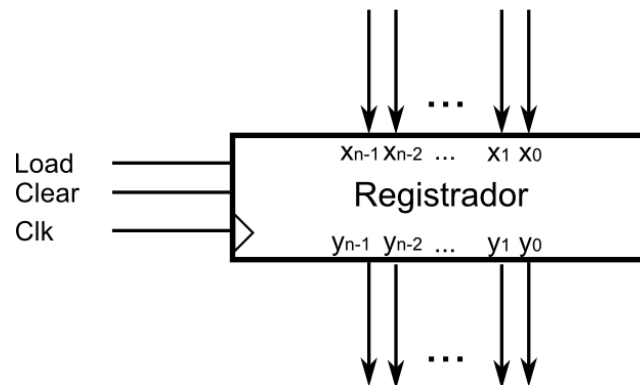

Figura 2: Registrador de n bits
2. Seja o registrador de n mostrado na Figura 2.